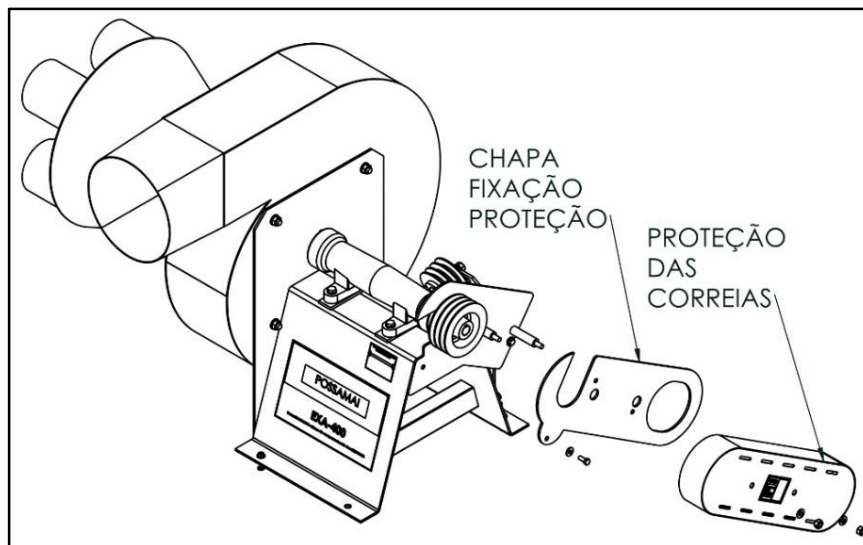

Figura 7: PROTEÇÕES DE SEGURANÇA
Esta máquina possui proteção em suas áreas de risco, as quais descrevemos abaixo (ver figura 7).
- B) Verificar se as proteções de segurança estejam em seus devidos lugares (ver figura 7 Proteções de segurança) não operar a máquina sem as proteções;